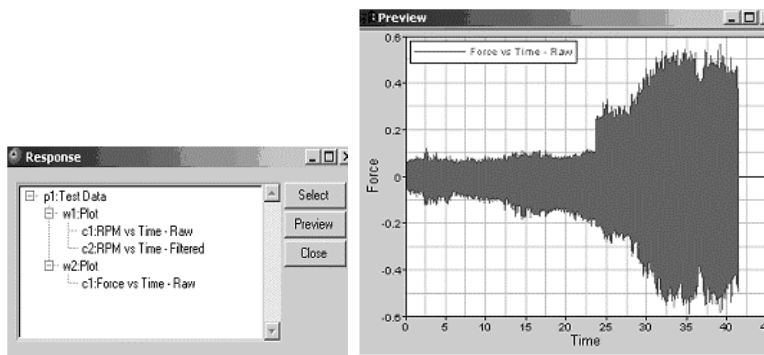

图 13-99 预览曲线
- (1) 单击在工具栏上的 Waterfall (🌈) 按钮进入面板。
- (2) 确认 Plot Type 下选择的是 Frequency 和 Time。
- (3) 在 Response Field 中为 Data Curves 单击“曲线选择”(📐)按钮。
- (4) 选择 Force vs Time -Raw 曲线。
- (5) 单击 Preview 按钮来显示曲线，如图 13-99 所示。
- (6) 单击 Select 按钮。
- (7) 确认在 Response 下的相关曲线为 p1w2c1。
- (8) 为在 Waterfall slices 的 Number 中输入 100。
- (9) 勾选 Contour waterfall 复选框。